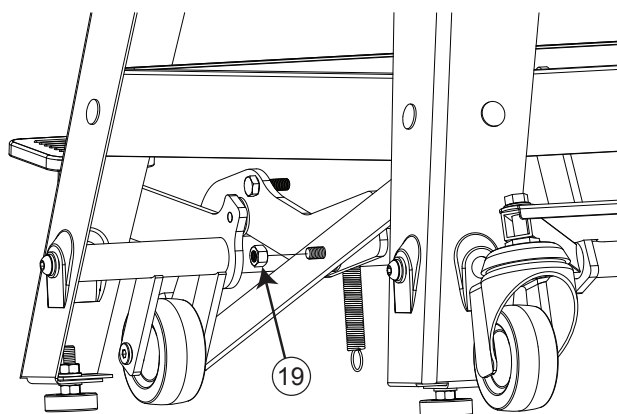

Fig. 15
15. Localisez l'écrou hexagonal en nylon M8 et vissez-le sur la vis de blocage du levier de libération pour maintenir la vis en place, comme indiqué sur la fig. 15. Serrez complètement l'écrou avec une clé de 13 mm.